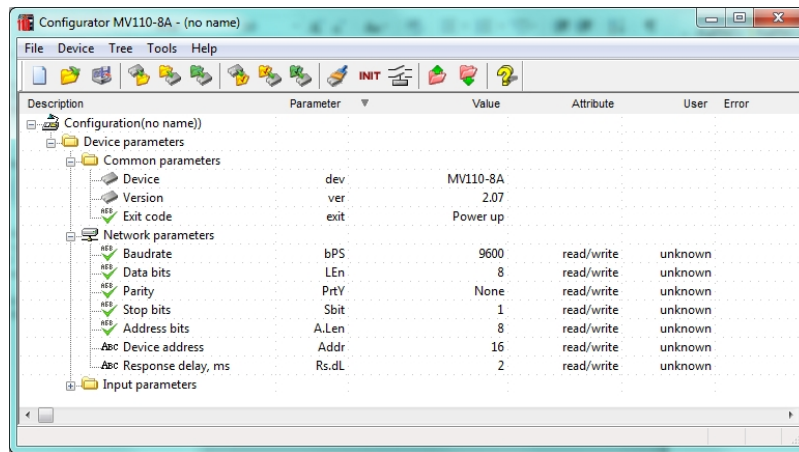

Abb. 7.2 Hauptfenster des M110 Configurator
- Jetzt können die gespeicherten Parameter des Moduls abgelesen werden (siehe Abb. 7.2).